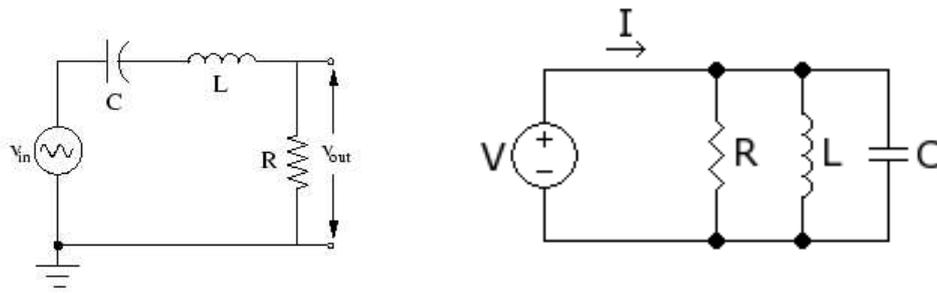

FIGURE 4 – Circuit RLC en série à gauche, en parallèle à droite.
1. Faites le montage de la figure 4, avec  $R = 1 \text{ k}\Omega$ ,  $C = 1 \text{ nF}$  et  $L = 100 \text{ }\mu\text{H}$ .
5. Modifiez le circuit de la figure 4 pour mesurer la tension de sortie aux bornes de la bobine et ensuite du condensateur en utilisant les fréquences utilisées plus haut pour la résistance.
1. Faites le montage de la figure 4, avec  $R = 47 \text{ }\Omega$ ,  $C = 10 \text{ nF}$  et  $L = 100 \text{ }\mu\text{H}$ .